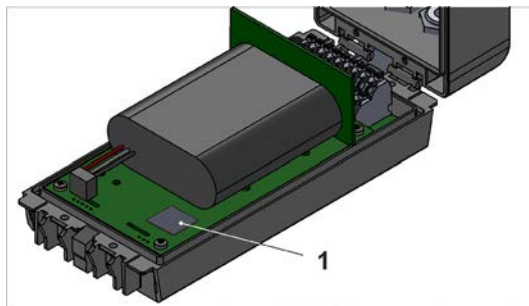

Abb. 25-2 SIM-Karten-Slot (hier: in Gehäuse S – Sonderform)
2. Der SIM-Karten-Slot (Abb. 25-2 Pos. 1) ist zugänglich.